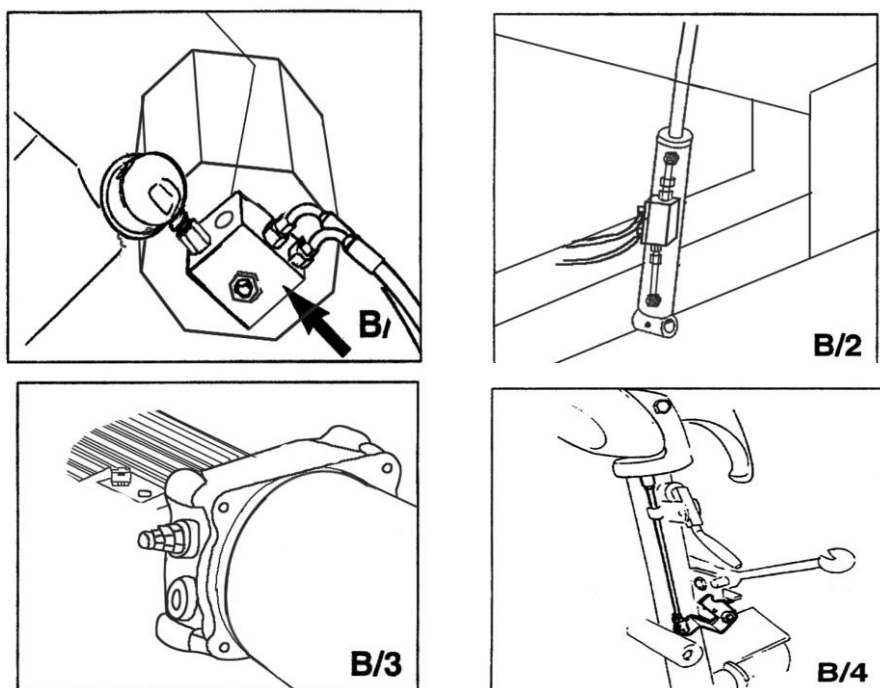

Bild 1
- 1) **Kontrollventil av hydrauliken som öppnar sammansättningsklorna** (i vändporten, se Bild 1 B/1). Hindrar däckens att ramla av klorna, om hydrauliken är skadad.
- 2) **Kontrollventil av dubbellocken som styrs av användaren** (se Bild 1 B/2). Förhindrar fall av armen av sammansättningsklorna, om det hydrauliska systemet bryts.
- 3) **Tryckbegränsningsventil som är satt på 130 bar tryck $\pm 5\%$** (se Bild 1 B/3). Granskar trycken i det hydrauliska systemet och försäkrar att maskinen funkar på rätt sätt.
- 5) **Stabilitetslås till den mekaniska armen av monteringshuvudet** (se Bild 1 B/4). Hindrar att röra armen av monteringshuvudet till viloläge om verktyget har tagits bort.